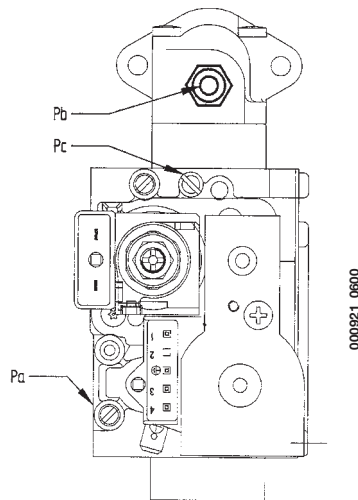

Figure 13
- relier la prise de pression positive d'un manomètre différentiel, si possible à eau, à la prise de pression (**Pb**) de la soupape du gaz (figure 13). Brancher la prise négative - des modèles à chambre étanche - du manomètre à un "**T**" afin de relier la prise d'équilibrage de pression de la chaudière, la prise d'équilibrage de pression de la soupape du gaz (**Pc**) et le manomètre. (On obtient le même résultat en reliant le manomètre à la prise de pression (**Pb**) sans le panneau de façade de la chambre étanche);
- Vérifier que la pression d'alimentation de la chaudière, mesurée à la prise de pression (**Pa**) de la soupape du gaz (Figure 13) est correct (**37 mbar** pour le gaz propane ou **20 mbar** pour le gaz méthane ou **25 mbar** pour gaz G25).